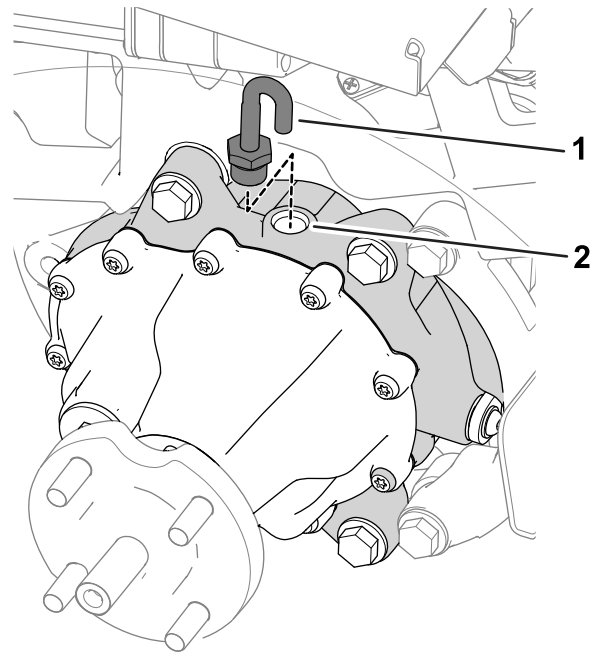

Figure 9
1. Débranchez le flexible d'évent au sommet du boîtier d'engrenages (Figure 9).
3. Installez le flexible d'évent et le raccord dans l'orifice de remplissage (Figure 9).